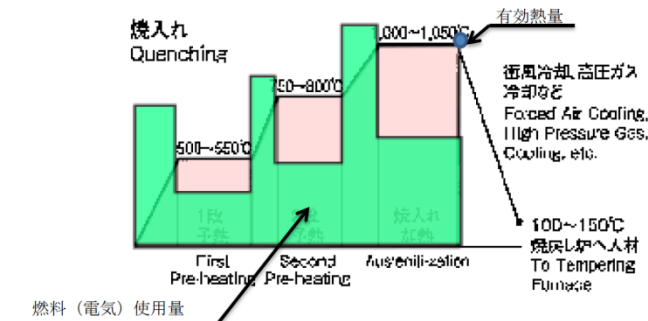
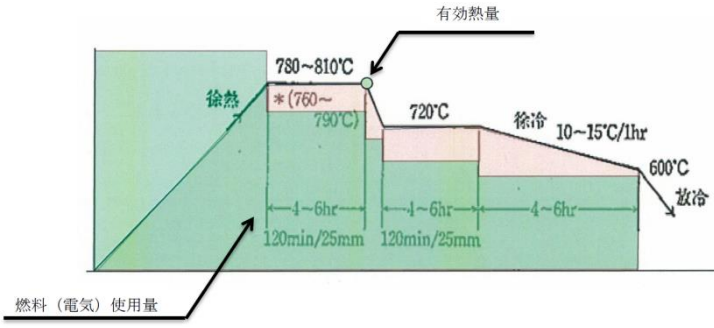

図.2 標準熱処理温度曲線/燃料（電気）投入パターン例
図.3 軸受鋼の焼きなまし曲線/燃料（電気）投入パターン例
- ⑤ 燃料と電気のエネルギー源を変えて省エネを図る場合、一次エネルギーで評価する。
- ⑥ 可燃性の雰囲気ガスは基本的に炉内で燃えることはないものとし、その発熱量は無視する。
- ⑦ 鍛造炉、溶解炉等で同一被加熱物の再加熱がある場合は、再加熱分の熱量を供給熱量に加える。
- ⑧ 熱処理炉のエネルギー使用量は、予熱・保熱時間でのエネルギー使用がある場合はその量も加えること（図.2、図.3）
- ⑨ バッチ炉であれば被加熱物の温度は被加熱物全体で同様（転炉内の溶鋼のような例）と推定できるが連続炉であれば被加熱物は複数あり、入り口から出口にかけて各被加熱物ごとに階段状に昇温していく。そのような場合、入り口から出口にかけて炉内温度分布から各被加熱材の温度（被加熱材ごとにその内部でも厳密には分布があるがそれは一応平均化処理をするとして）を推定計算することは許容する。
- ⑩ 連続炉の場合、1. の時間については1つの被加熱物をとったときの、入ってから出るまでの時間となり、そのような被加熱物で炉内がまんべんなく埋め尽くされ、最も出口寄りの被加熱物が抽出されるごとに入り口から20℃の被加熱物が新たに装入される一連のプロセスが定常的にこなわれているとする。
- ① 製造ライン中の工業炉の場合、炉出側での製品重量が不明な場合が多く、今回の計算では被加熱物の重量は炉の装入重量とする。最終製品重量が管理値の場合、スケールロス、ドロスロス、次工程ロス（クローブロス等）等のロス分の比率で割って装入重量を求める。
- ② 材料の保有熱以外は損失熱として扱い、被加熱物の最高温度での含熱量を保有熱（有効熱）とする。
- ③ エネルギー使用量は予熱・保熱のエネルギーも加味する。連続炉で長時間定常操業であって、無視できる場合は除外することができる。
- ④ 熱処理炉の場合、被加熱物の最高温度での含熱量を保有熱（有効熱）とする。（図.2図.3）前提として厚み方向に温度が一応であること。
- ⑤ 乾燥炉の目的とする被加熱物乾燥による水分の潜熱は有効熱に含む。
- ⑥ 特にバッチ炉の場合、蓄熱損失は無視できないので、損失熱として扱う。
- ⑦ 基準温度（雰囲気温度）は実態と乖離がない場合20℃とする。
- ⑧ 誘導加熱式熱処理炉の場合、被加熱物の重量を